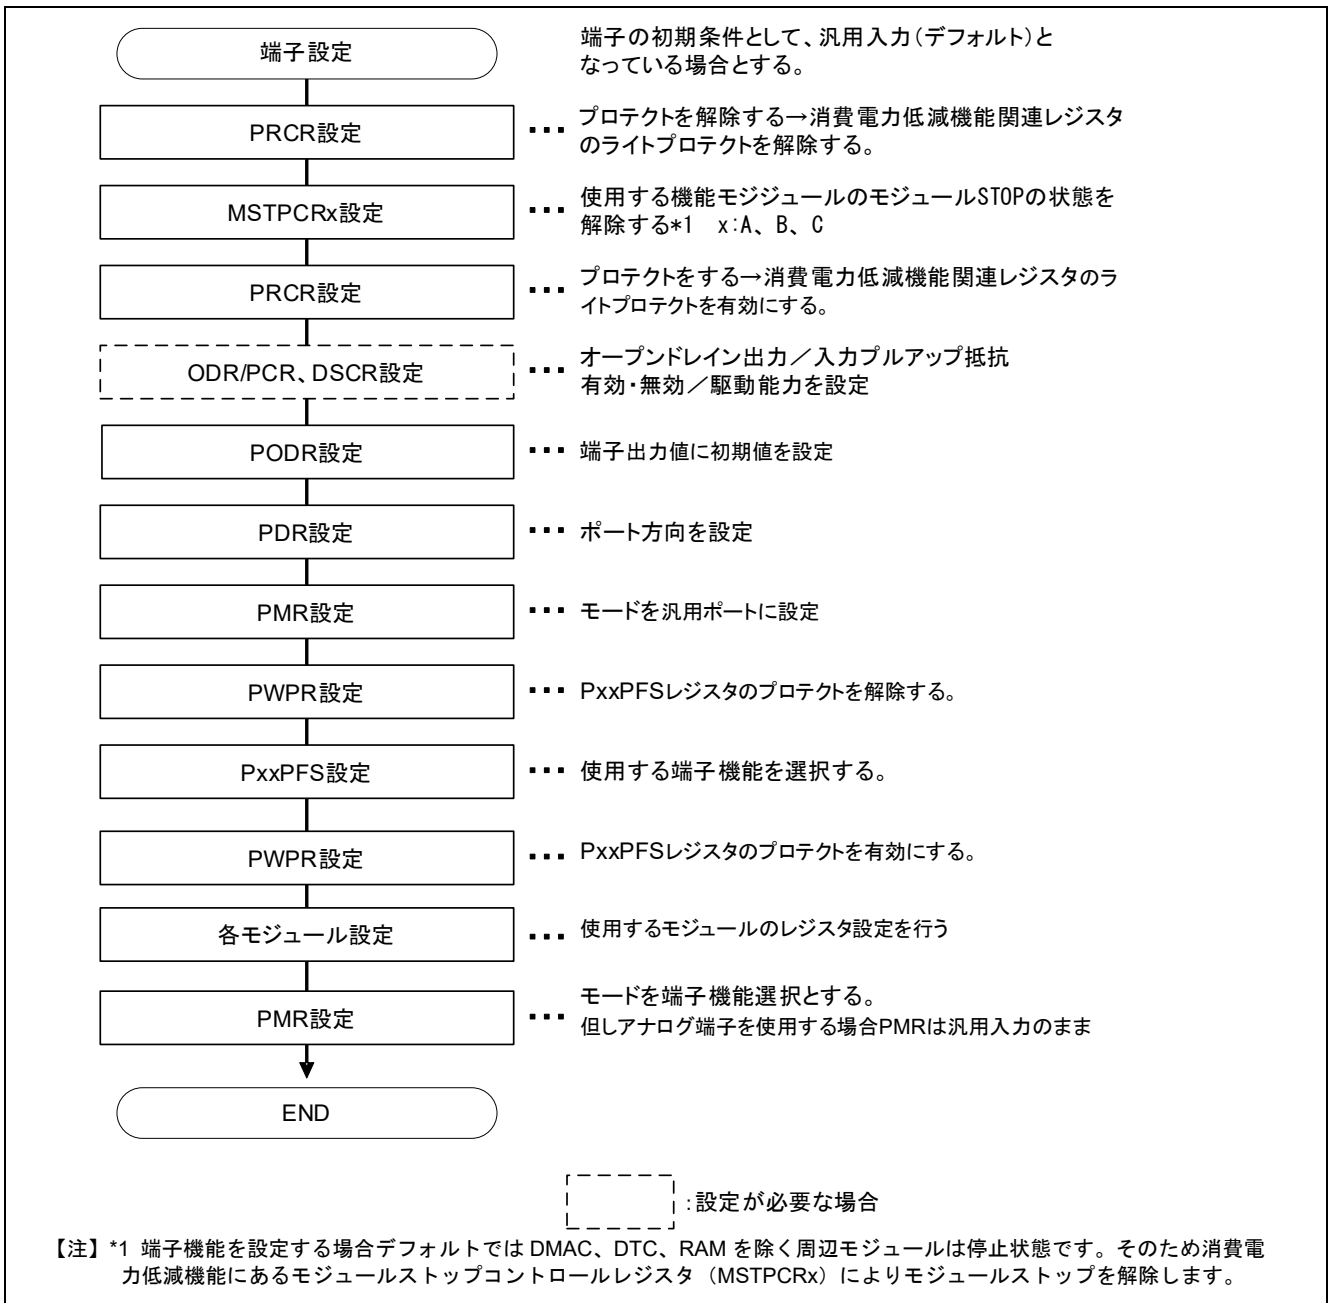

図 2-3 RX261 端子機能設定フローチャート
- 周辺モジュールの初期化フローは図 2-3 に示します。
RX261 の I/O ポートを端子機能で使用する場合の初期化フローを図 2-3 に示します。汎用入出力も含む周辺機能使用時の設定例については、各周辺機能の章を参照して下さい。